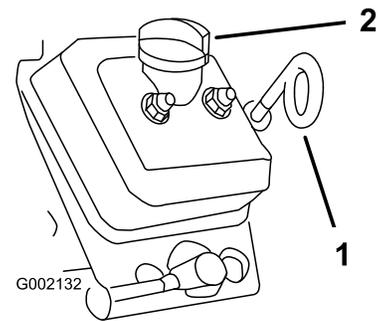

Bild 32
3. Reinigen Sie den Bereich um den Ölpeilstab und Fülldeckel (Bild 32), damit kein Schmutz in Peilstabrohr oder Füllstutzen gelangen und den Motor beschädigen kann.
4. Nehmen Sie den Peilstab heraus und wischen Sie ihn ab (Bild 32).
5. Stecken Sie den Peilstab in das Peilstabrohr und stellen Sie sicher, dass er vollständig eingeführt ist (Bild 32).
8. Setzen Sie den Fülldeckel auf (Bild 32).
9. Stecken Sie den Ölpeilstab vollständig ein (Bild 32).